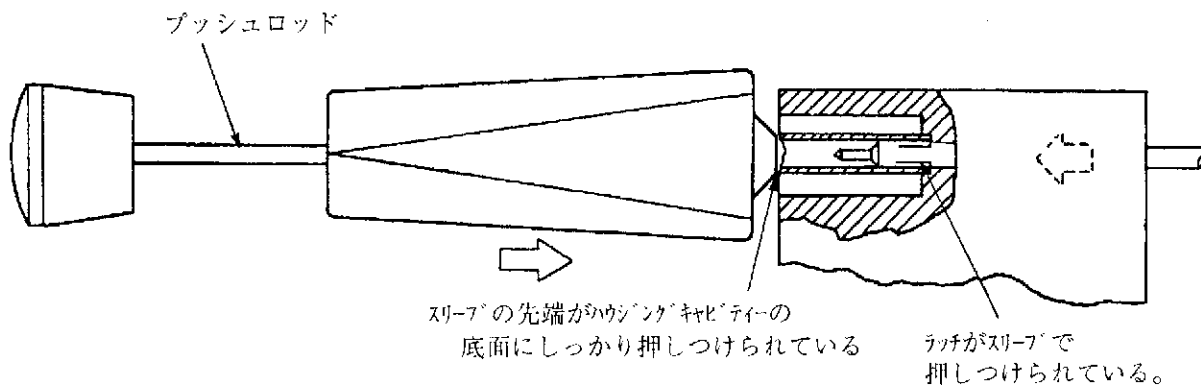

Fig.2
同時に、ハウジングからロッキングラッチを浮き上がらせるために、端子に圧着されているワイヤを柄杓でコネクタの方向に押します。(Fig.2詳細A参照)
b. ワイヤをもったままスリーブの先端をキャビティの底に押し当てます。すると、プッシュロッドがハンドルから押し戻されます。(Fig.2詳細B参照)